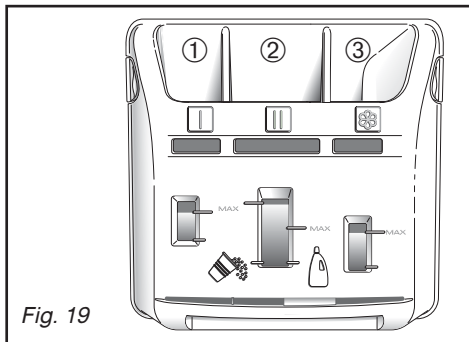

Fig. 19
• UTILISATION DE LA BOÎTE À PRODUITS CLASSIQUE (Fig. 19)